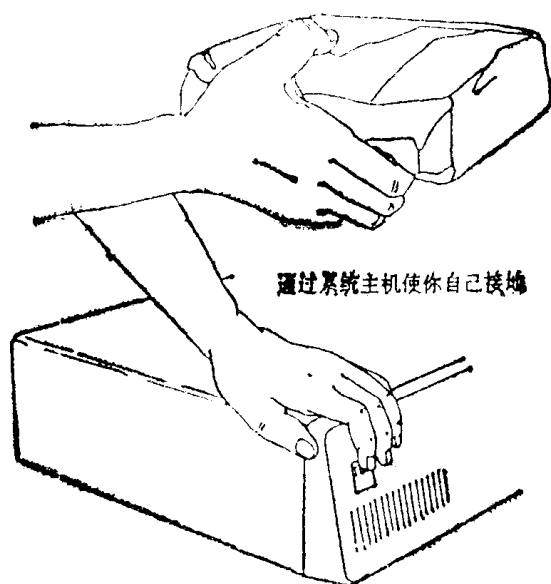

图 3.1-1
1. 用一手握住选件（仍在抗静电的袋内）用另一手去接触系统部件的金属部分。（见图3.1-1）